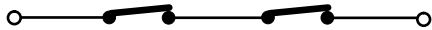

Fig. 4
N.B. Si deux ou plusieurs dispositifs de sécurité ont la même fonction (ouverture, fermeture, ouverture et fermeture, bord), il faut connecter les contacts en série entre eux (fig. 4).
Pour installer plusieurs dispositifs de sécurité, connecter les contacts N.F. en série (fig. 4).